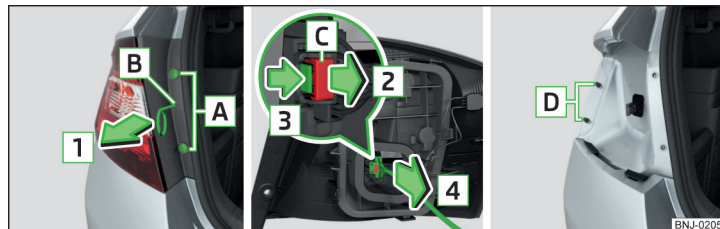
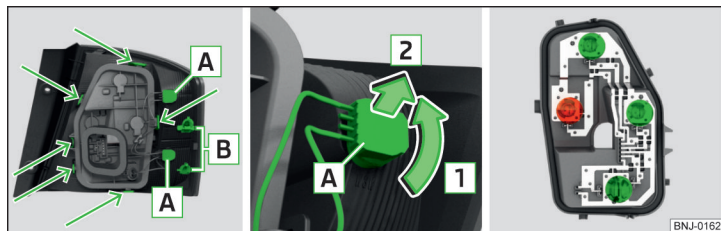

Рис. 218 Демонтаж ліхтаря/витягнення штекера
Рис. 219 Зовнішня частина ліхтаря / зняття лампи розжарювання / тримач лампи
- Обхопіть ліхтар і обережно витягніть його в напрямку стрілки [1] » Рис. 218 з болтів [D].
- Закріпіть фіксатор проти напрямку стрілки [2] » Рис. 218.
- Вставте ліхтар отворами [B] » Рис. 219 на стор. 182 на болти [D] » Рис. 218 в кузові.
» Рис. 219.
- Розблокуйте тримач лампи у зонах, позначених стрілками, » Рис. 219 і витягніть тримач лампи з ліхтаря.